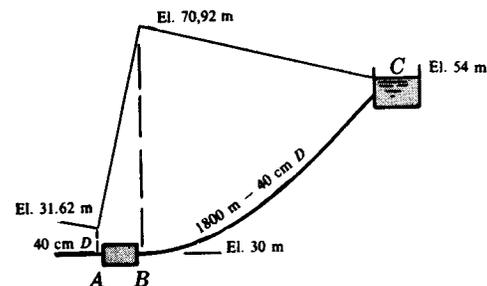

Fig. 7-2
20. Un fuel-oil medio a 15° C se bombea al depósito C (véase Fig. 7-2) a través de 1800 m de una tubería nueva de acero roblonado de 40 cm de diámetro interior. La presión en A es de 0,14 kg/cm², cuando el caudal es de 197 l/seg. (a) ¿Qué potencia debe suministrar la bomba a la corriente de fuel-oil? y (b) ¿qué presión debe mantenerse en B ? Dibujar la línea de alturas piezométricas.